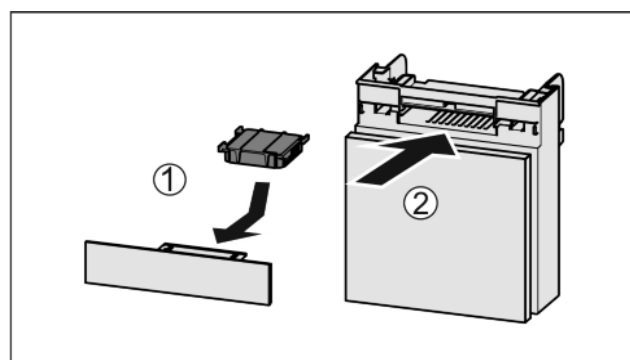

Fig. 50
- ▶ Filtr s aktivním uhlím vložte podle vyobrazení Fig. 50 (1).
- ▶ Zásuvku zasuňte Fig. 50 (2).